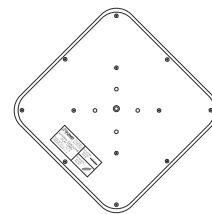

Рисунок 3. Ориентация антенны «FLAT-15F MIMO»
- 4.1 Закрепите Г-образную скобу (см. рис.2 позиция 4) на корпусе антенны (см. рис.2 позиция 1) с помощью входящих в комплект крепежа гаек и шайб. При этом совместите прорези в скобе и крепежные шпильки (см. рис.2 позиция 2) таким образом, чтобы метка линии горизонта на наклейке для используемого стандарта связи совпала с фактической линией горизонта (см. рис.3)